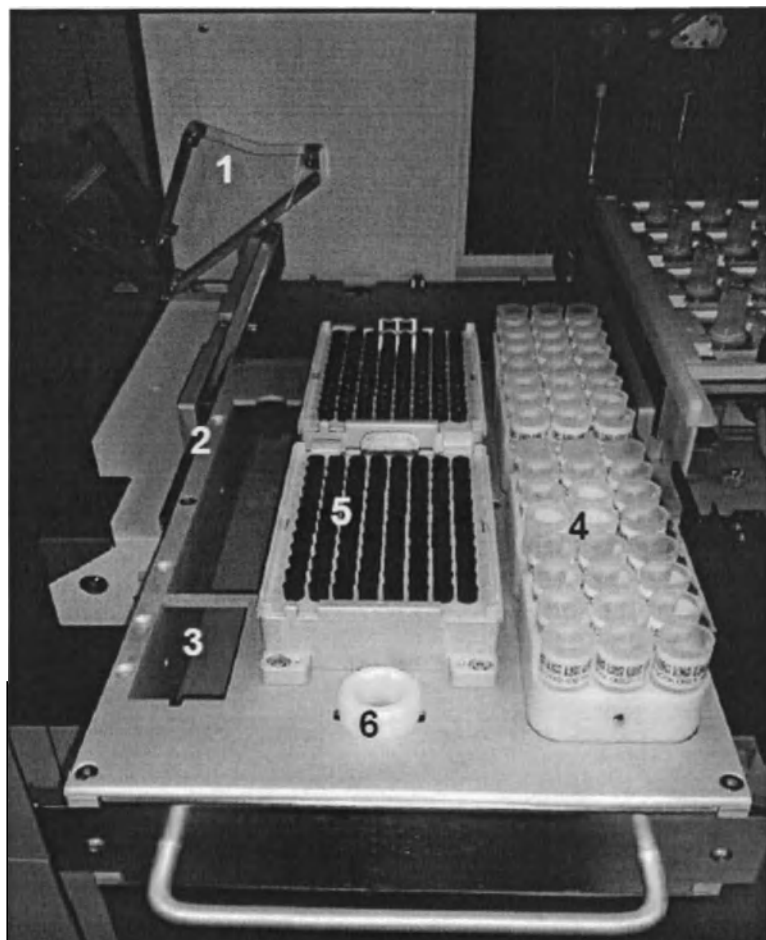

Рис. 1-11 –Компоненты настольного штатива для принадлежностей (показан с держателями штатива для центрифужных пробирок BD PrepMate)
Настольный штатив для принадлежностей содержит наконечники и реагенты, некоторые из которых предназначены для будущего расширения анализа. Когда дверца на передней стороне настольного штатива для принадлежностей открыта, штатив можно выдвинуть за ручку вперед для облегчения доступа. На рис. 1-11 представлены основные детали настольного штатива для принадлежностей:
• **При ручной предварительной обработке:** держатели штативов для центрифужных пробирок подходят по размеру к штативам для центрифужных пробирок, используемым с автоматическим дополнительным устройством BD PrepMate Automated Accessory (см. Рис. 1-11). Для соблюдения цепи обеспечения сохранности обозначены четыре положения